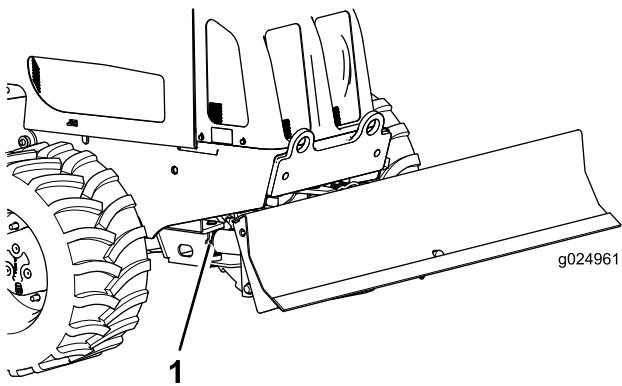

Figura 63
2. Conecte a pistola de graxa às graxeiras em cada cilindro do ângulo da lâmina e aplique 3 bombeadas de graxa em cada graxeira (Figura 63).